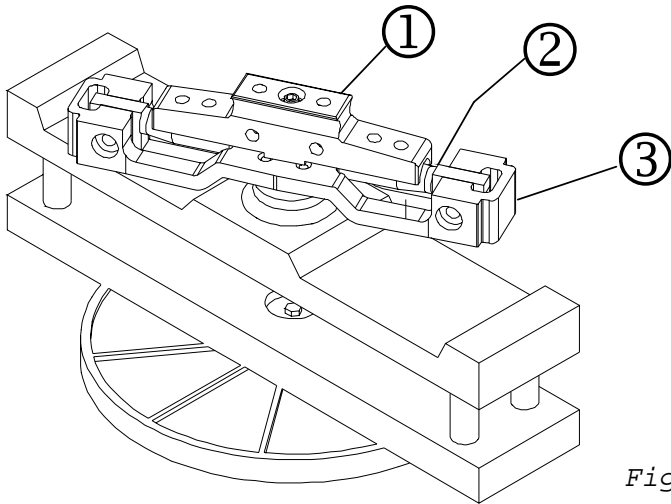

Fig. 1
- Cuando el bote está bloqueado volver a llevar el mando (BB2) en posición horizontal y el bloqueo de seguridad (BB1) en posición inicial (BB fig.1)
NOTA: ANTES DE CERRAR LA PERSIANA (A1) CERCIORARSE QUE EL MANDO (BB2) SE HA CERRADO, MOVIENDO LA MANETA (BB3) ALTERNATIVAMENTE EN SENTIDO DE LAS AGUJAS DEL RELOJ Y EN SENTIDO CONTRARIO Y CONTROLANDO QUE ÉSTA ESTÉ BLOQUEADA. CERCIORARSE QUE EL BLOQUEO DE SEGURIDAD (BB1) ESTE ORIENTADO PARALELAMENTE A LA MANETA (BB FIG. 1)